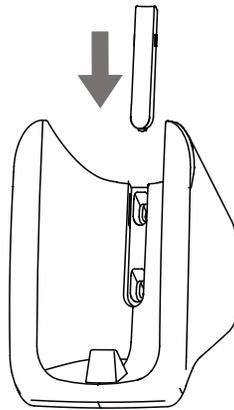

Figura 4
2. Encaixe a tampa do parafuso na cobertura do suporte na parte superior dos parafusos (consulte a Figura 4);